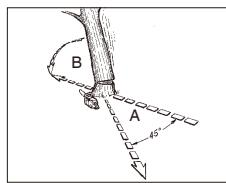

Fig. 11A
ADVARSEL: En rømningsbane (A) bør planlegges og ryddes som nødvendig før kuttinger startes. Rømningsbanen bør strekke bakover og diagoalt til baksiden av det forventede fallområdet, som illustrert i Fig. 11A.
ADVARSEL: Etter hvert som hovedskåret kommer nært til hengelsen, bør treet begynne å falle. Når treet begynner å falle, må du fjerne sagen fra skåret, stoppe motoren, sette ned motorsagen, og forlate området langs romningsbanen (Fig. 11A).